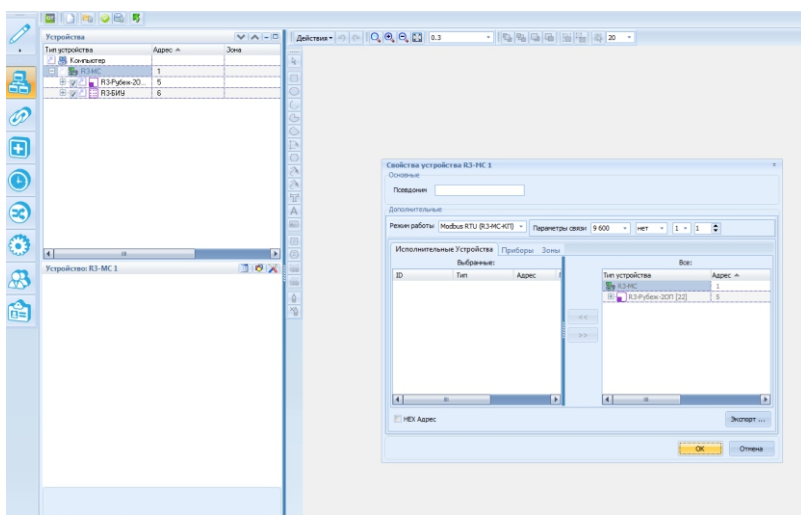

Рисунок 7.3
– с помощью данного окна настроить скорость и создать базу R3-МС-КП содержащую ИУ, зоны, приборы, с которых в дальнейшем будет происходить считывание данных и управление ИУ и зонами по протоколу Modbus-RTU (рисунок 7.3).